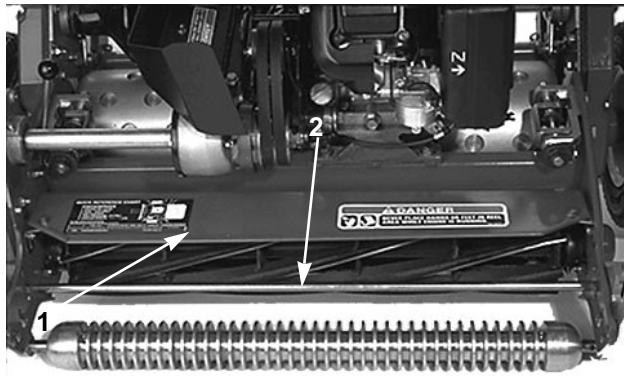

Bild 10
1. Den Abstand zwischen der Oberseite der vorderen Stützstange und der vorderen Kante des Ablenkblechtes an beiden Seiten der Mähspindel messen (Bild 10).